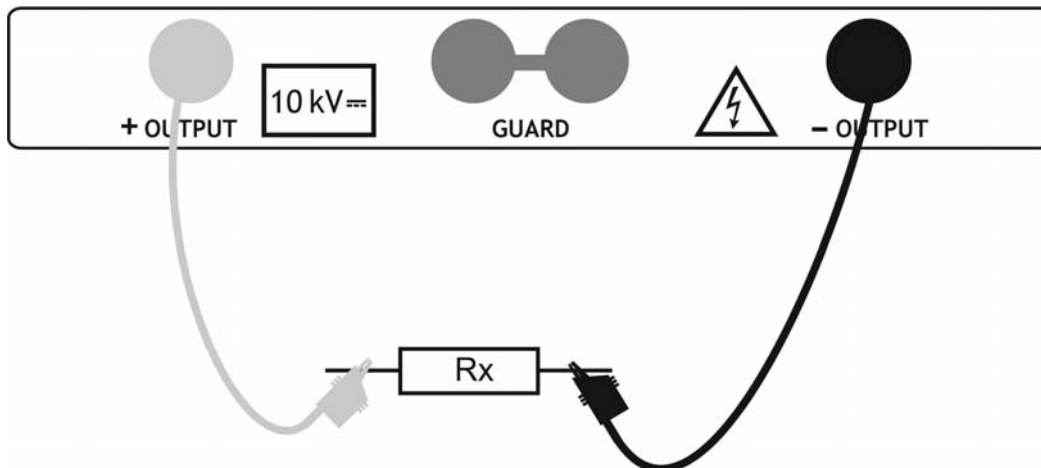

Fig. 46: Collegamento dello strumento per test di rigidità dielettrica
4. Collegare il puntale del Terminale 1 o del Terminale 2 (positivo) e il cavo nero dei Terminali 2 (negativo) all'oggetto in prova (vedere Fig. 46)